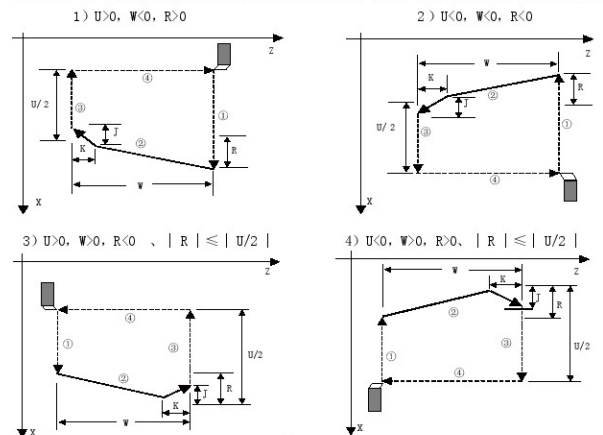

图 3-46
- $U$ 、 $W$  的符号决定了  $A \rightarrow C \rightarrow D \rightarrow E$  的方向,  $R(i)$  的符号决定了  $C \rightarrow D$  的方向。U、W 的符号有四种组合方式, 对应四种加工轨迹, 见图 3-46。